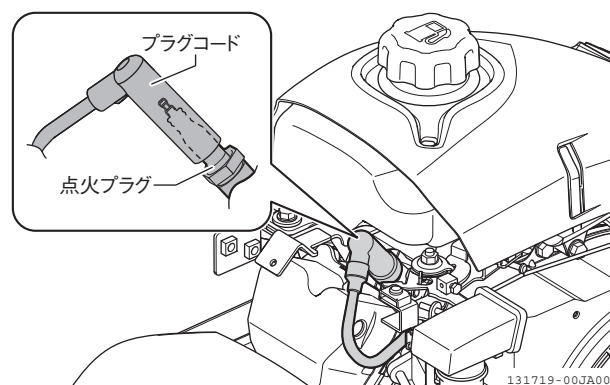

図 4-35 交換のしかた
6. 点火プラグを元通りに取り付け、プラグコードを確実に差し込みます。(図 4-35)